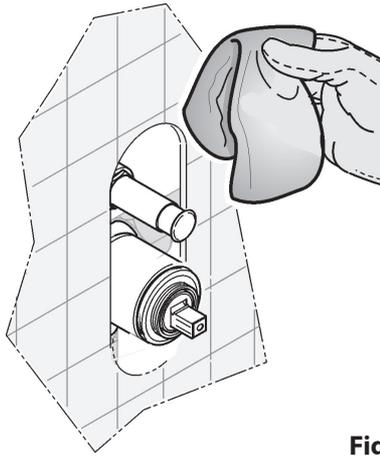

Fig. 7
- Rimuovere eventuale sporco/impurità presenti sulle superfici del miscelatore monocomando e delle piastrelle. (Fig.7)
- Remove any filth/impurities on the surface of the single lever mixer and/or tiles (Fig.7)
- Eventuelle Verschmutzungen an der Oberfläche des Mischkörpers und an den Fliesen entfernen (Abb. 7).
- Nettoyer les surfaces du mitigeur monocommande et des carreaux. (Fig.7)
- Limpie la eventual suciedad o impurezas presentes en la superficie del mezclador monomando y en los azulejos. (Fig.7)
- Удалить возможные загрязнения и мусор с деталей смесителя и прилегающей к нему облицованной поверхности. (Рис.7)